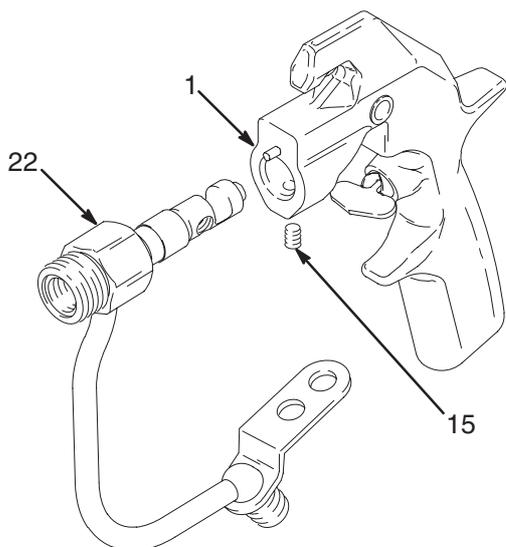

Fig. 10
6. Afloje el tornillo de fijación (15). Retire el alojamiento de fluido (22) del cuerpo de la pistola (1). Vea la Fig. 10.